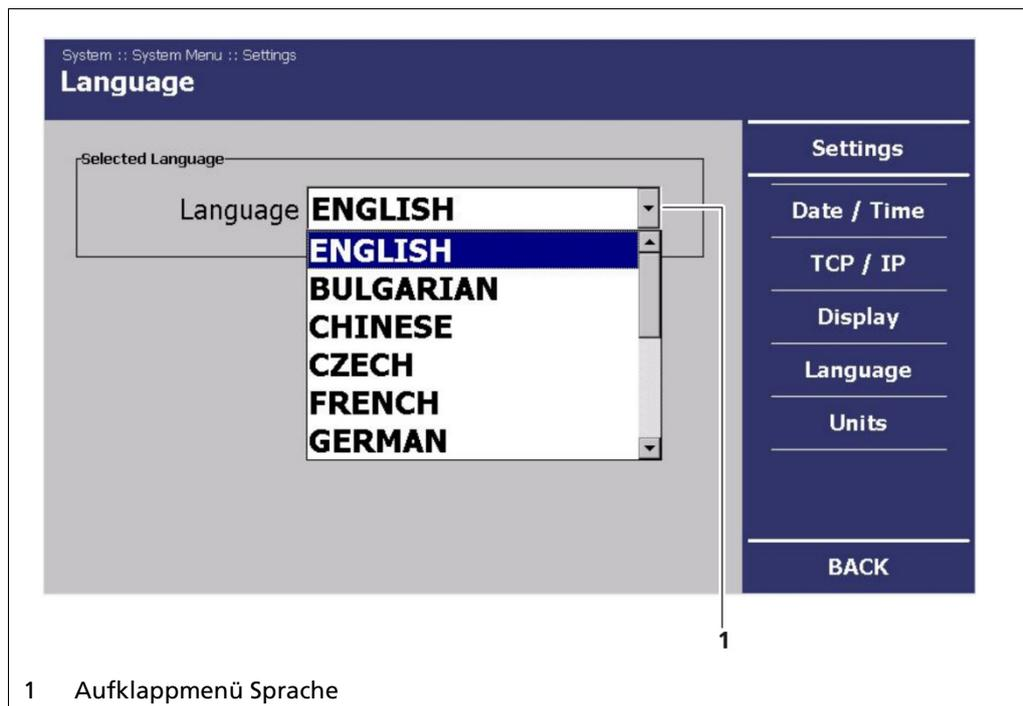

Abb. 31 Systemmenü, Einstellungen – Sprache
2. Klicken Sie auf das Auswahlm Menü „Sprache“ (Abb. 31, Pos. 1), um die gewünschte Sprache auszuwählen.